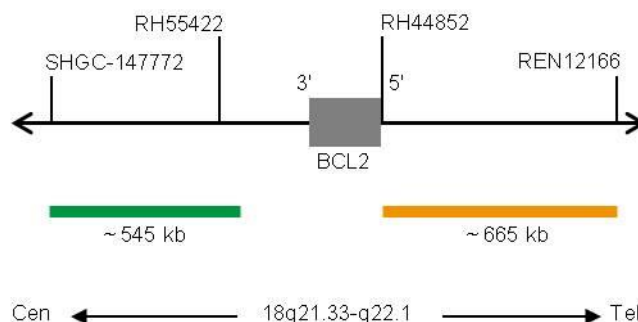

Fig. 1: SPEC BCL2 Mapa de la sonda (no está a escala)
- Polinucleótidos marcados en verde (excitación a 503 nm/emisión a 528 nm) ZyGreen (~10 ng/μl), dirigidos a secuencias localizadas en 18q21.33* (chr18:60,046,152-60,589,273) proximales a la región del punto de ruptura de BCL2 (ver Fig. 1).
- Polinucleótidos marcados en naranja (excitación a 547 nm/emisión a 572 nm) ZyOrange (~4,5 ng/μl), dirigidos a secuencias localizadas en 18q21.33-q22.1* (chr18:60,994,528-61,658,503) distales a la región del punto de ruptura de BCL2 (ver Fig. 1).